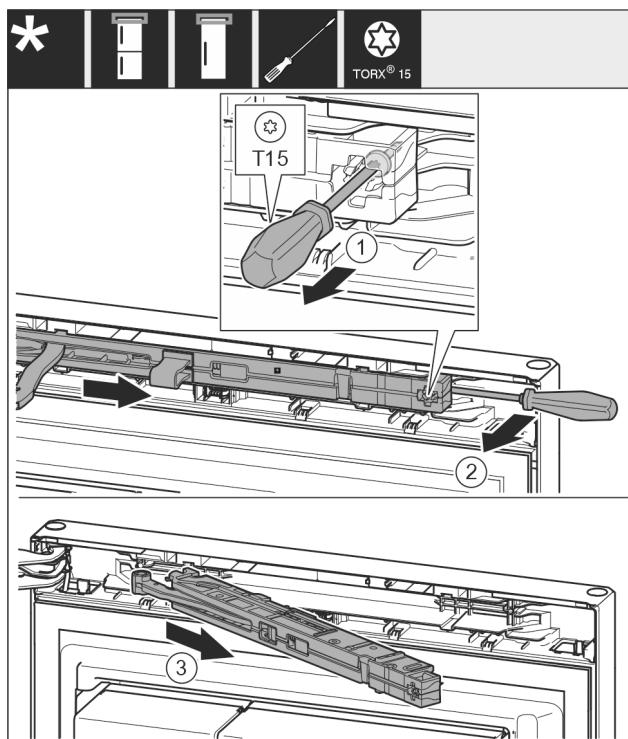

Fig. 11
- ▶ 用螺丝刀将关门阻尼单元上的螺钉 Fig. 11 (1)松开 14 mm。
- ▶ 用螺丝刀在手柄侧向前推动关门阻尼单元 Fig. 11 (2)。
- ▶ 拉出关门阻尼单元 Fig. 11 (3)。